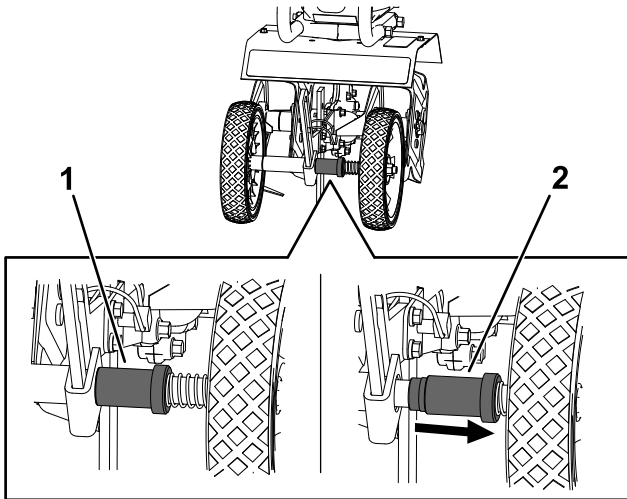

Figura 14
2. Tire del manguito de bloqueo hasta que salga de la guía vertical a la posición desbloqueada (Figura 14).